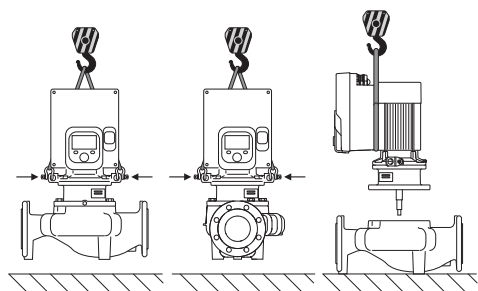

Fig. 6: Direction de levage avec arbre de moteur vertical
La pompe doit être transportée à l'aide d'accessoires de levage homologués (p. ex. palan, grue, etc.). Les accessoires de levage doivent être fixés sur les œillets de transport présents sur la bride du moteur. (Fig. 6, ici : direction de levage avec arbre de moteur vertical).
1. Laisser deux œillets de transport (Fig. I, pos. 30) libres sur la bride de moteur.
2. Fixer le kit embrochable (Fig. 4) sur les œillets de transport pour le sécuriser avec des instruments de levage appropriés. Pour empêcher l'unité de basculer, attacher une sangle autour du moteur et de l'adaptateur du module électronique comme indiqué à la Fig. 6. Veiller à ne pas endommager le module électronique en fixant la sangle.
3. Desserrer les vis (Fig. II, pos. 29) et les retirer.